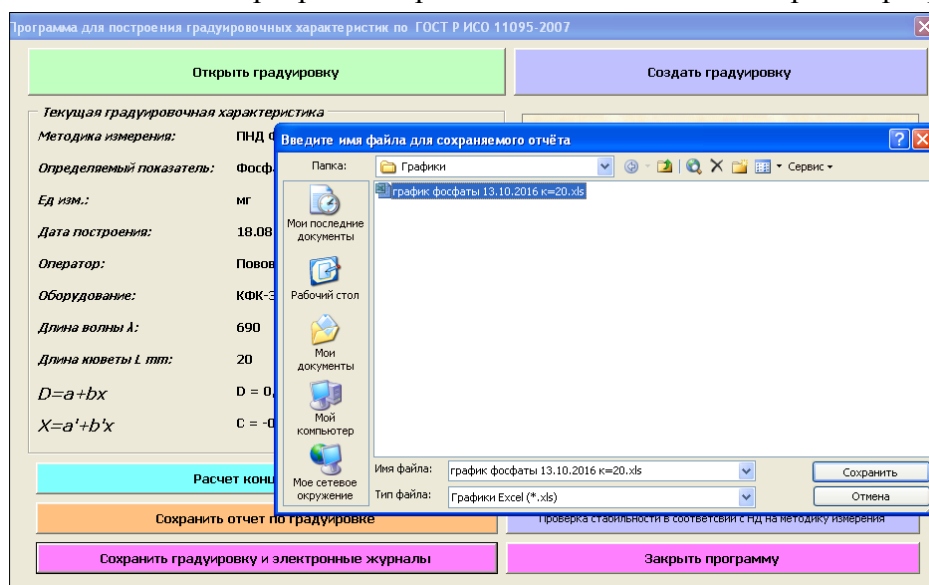

Рисунок 10
- 3.7.2. В диалоговом окне необходимо указать название вашего файла градуировки (Рисунок 10)